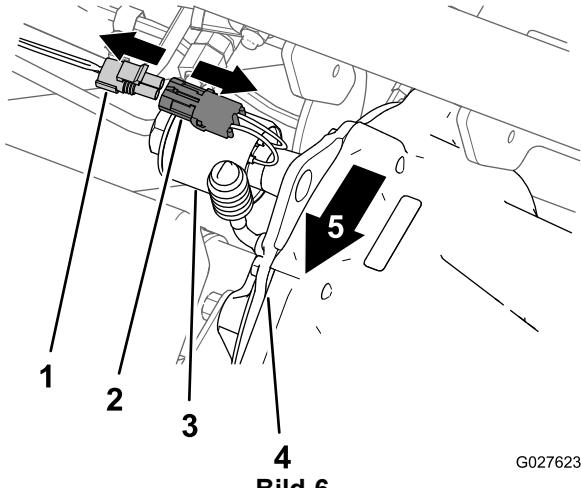

Bild 6
- 1. Schließen Sie den 2-Stift-Stecker des Maschinenkabelbaums vom 2-Buchsen-Stecker für die Stromspule des Differenzials ab (Bild 6).